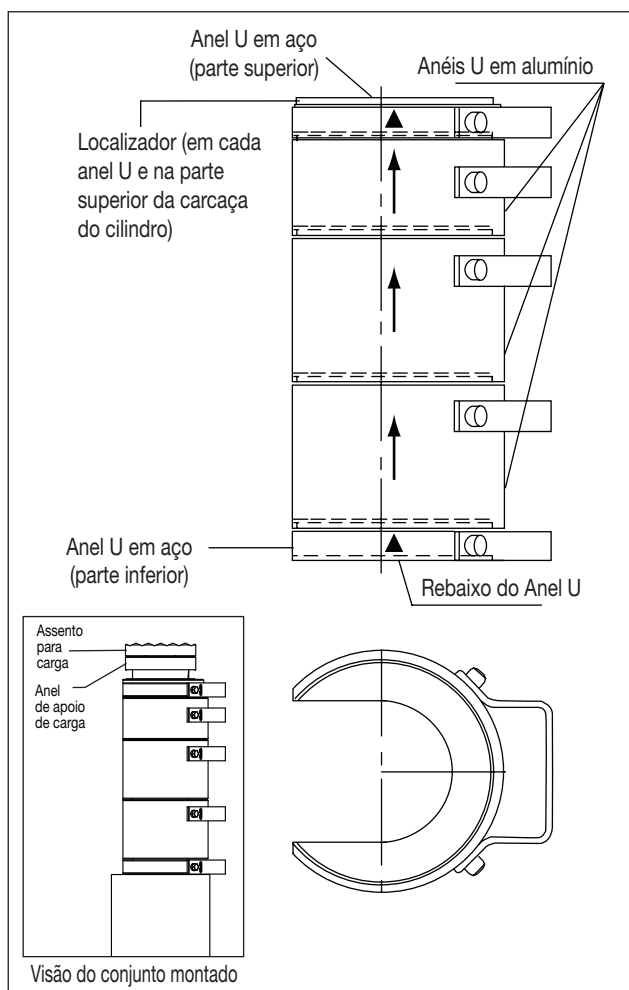

Figura 5, Disposição de Empilhamento de Anéis U (típico)
5.6 Instruções para Empilhamento de Anéis U (veja a Figura 5)